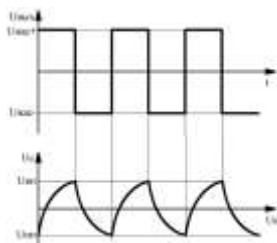

Рис.1
1) Собрать схему мультивибратора (рис. 1), установить заданные преподавателем значения емкости конденсатора (C5 или C6) и сопротивления резистора RP3 (от 10кОм);